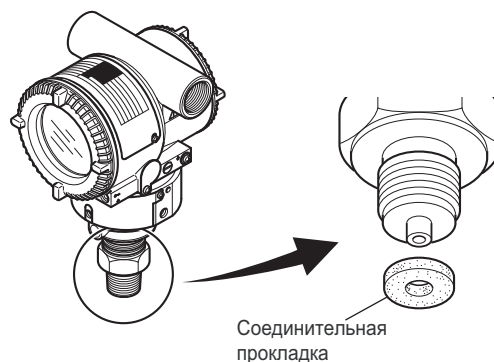

Рисунок 4.2 Уплотнение соединения
- Для датчиков с кодом подключения к процессу 8 и 9 необходимо использовать заранее приготовленные соединительные прокладки. См. рис. 4.2.